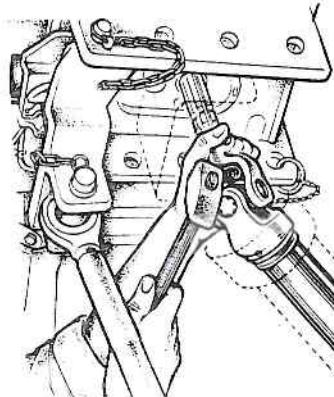

Abb. 22
- D) Tägliches Schmieren der Gelenkwellen bei Dauerbelastung mit Wälzlagertfett (Lithium-Seifenfette) erforderlich. Bei ununterbrochenem Betrieb mindestens wöchentlich einmal durchschmieren. Schmierung so lange forsetzen, bis das Fett an den Gelenkdichtungen austritt. (Schmierstellen s. Abb. 22).